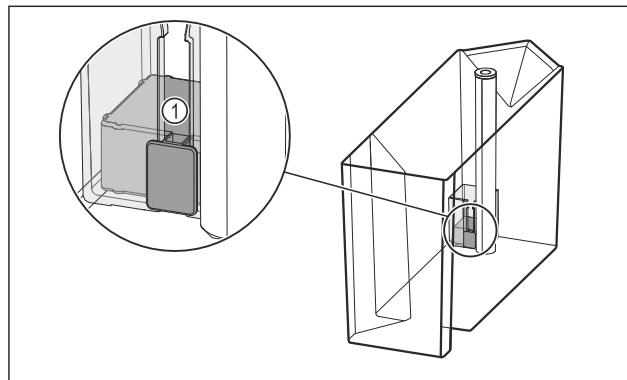

Fig. 115
- Prüfen, ob der Schwimmer *Fig. 115 (1)* verklemmt ist. Wenn Schwimmer verklemmt ist: